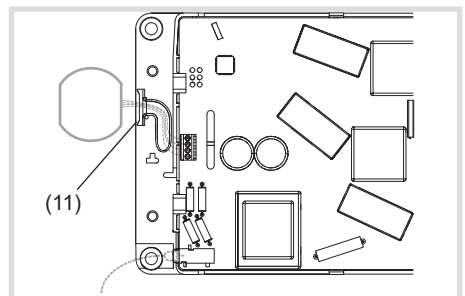

Bild 7: Potenzialfreien Ausgang anschließen
- Ausbrechöffnung (11) am Gehäuseunterteil entfernen (Bild 7)